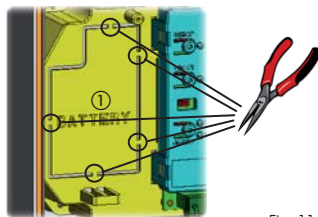

Fig. 11
Dicho soporte (ref. ① en Fig.11) se ha preestampado para permitir la apertura del alojamiento de la batería.